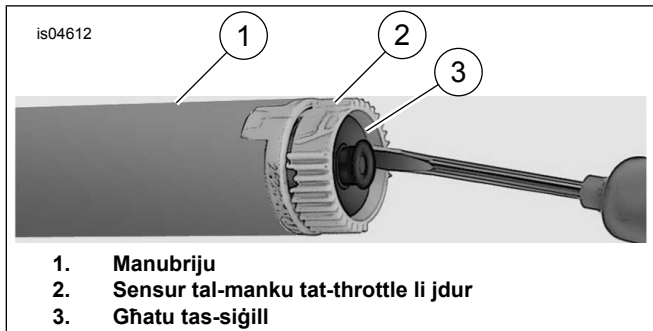

Figura 1. Neħhi l-Għatu tas-Sigill
- Ara Figura 1 . Daħħal tornavit żgħir jew għodda oħra b'xafra ċatta fil-parti ċ-ċatta fuq naħa waħda tal-għatu tas-sigill.